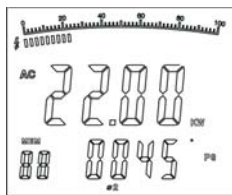

图9
2. 记录完第一相功率值之后, 按下SEL键进入第二相 ②, 双显示第二相的有功功率值和相位角, 如图9: